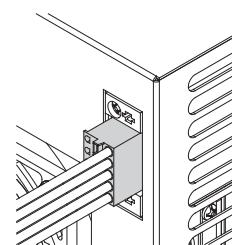

図7
- 4. 端子台コネクターを本製品に挿入してください。(図 7)